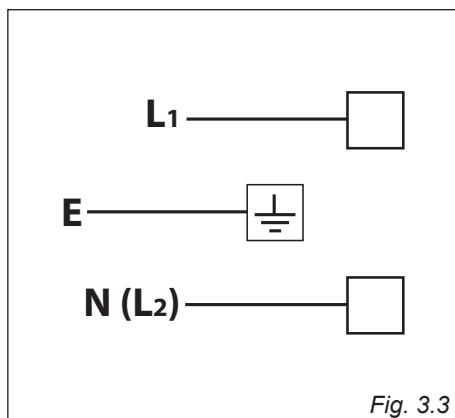

Fig. 3.3
- Tilkoble fase, null og jord som vist på tilslutningsdiagrammet Fig. 3.3.